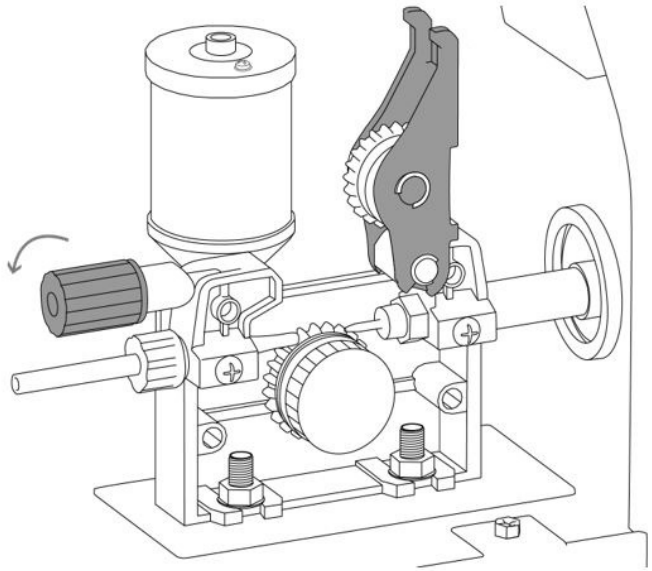

Рис. 8.4.1. Открытие механизма подачи проволоки.
1. Откройте механизм подачи проволоки. Потяните на себя механизм прижима, потяните вверх прижимной ролик (см. рис. 8.4.1).